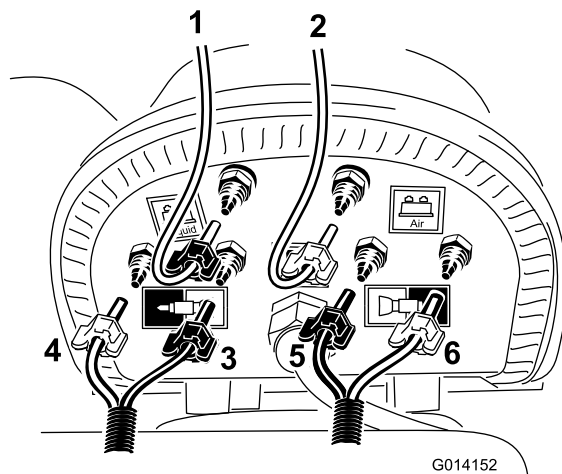

Рисунок 22
Примечание: Установите прозрачную трубку на **синий** или «жидкостный» штуцер компрессора, как показано на Рисунок 22. Закрепите обе трубки синими хомутами. Чтобы обеспечить необходимую для бака длину трубок, потребуется срезать еще часть оболочки шланга.
- Найдите короткий, предварительно отрезанный, контурный шланг и установите прозрачную трубку на оставшийся свободный штуцер на черной крышке бака, как показано на Рисунок 22.
- Найдите пенный шланг, проложенный к левой стреле, и подсоедините его синюю и прозрачную трубки к штуцерам, как показано на (Рисунок 22).
прозрачную трубку к штуцерам, как показано на (Рисунок 22).